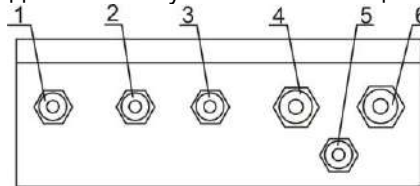

Рис. 2. Нижняя панель блока реле клапана
6.3. На нижней панели блока (рис. 2) расположены кабельные вводы для подключения к блоку релейных сигналов СО ПОРОГ1, СО ПОРОГ2, СН₄ ПОРОГ1, СН₄ ПОРОГ2, НЕИСПРАВНОСТЬ от газоанализатора (1), релейного сигнала «Пожар» от сигнализатора пожара (2), релейных выходов управления клапаном (4) и вентиляцией (6), кабельный ввод для подключения пульта сигнализации (3).